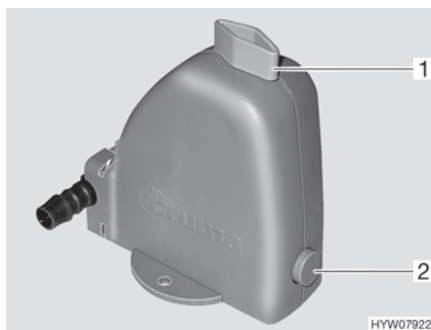

Bild 96 Säkerhets-/avtappningsventil
Värmesystemet är utrustat med en säkerhets-/avtappningsventil (Bild 96). Säkerhets-/avtappningsventilen gör så att vattnet i varmvattenberedningen inte fryser till is när det är frost och värmesystemet inte är påslagen.
- Stäng säkerhets-/avtappningsventilen. Ställ vredet (Bild 96,1) diagonalt mot säkerhets-/avtappningsventilen och tryck in tryckknappen (Bild 96,2).
- Öppna säkerhets-/avtappningsventil. Vrid då vredet (Bild 96,1) mot säkerhets-/avtappningsventilen. Tryckknappen (Bild 96,2) skjuts ut. Nu töms varmvattentanken via säkerhets-/avtappningsventilen utomhus.